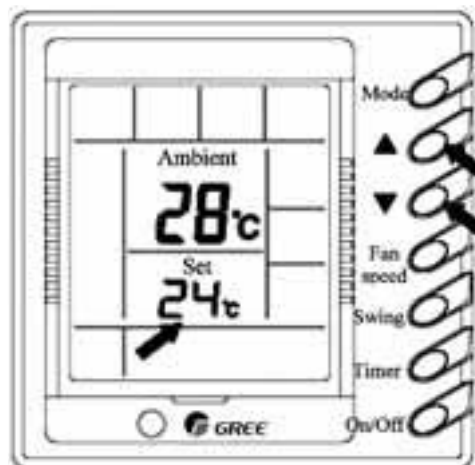

Рис.3
4.1.3 Кнопками TEMP установите необходимую температуру (Рис.3)